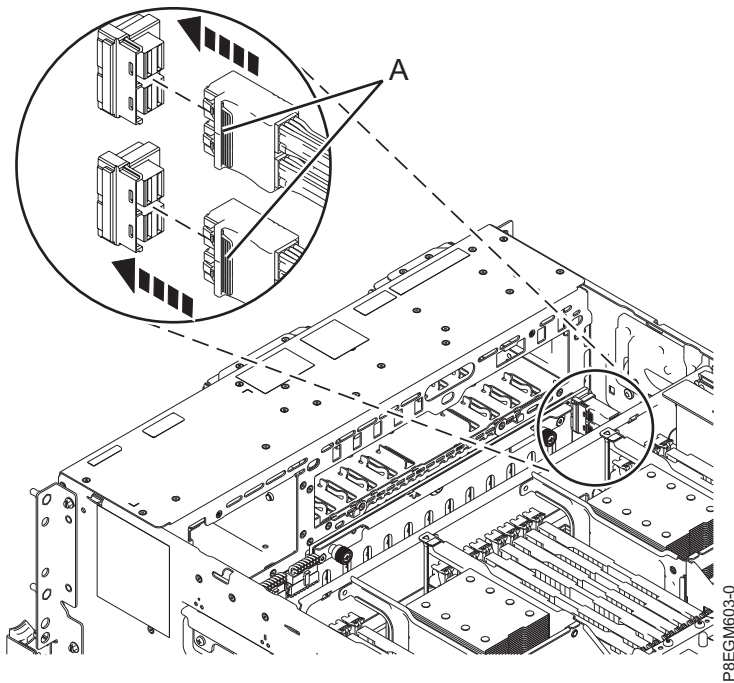

Figure 17. Reconnexion du câble SAS avant
6. Reconnectez les câbles SAS avant aux ports de connecteur du fond de panier de l'unité de disque, comme illustré à la figure 17, à la page 21. Appuyez sur le connecteur de câble jusqu'à ce que vous entendiez un clic.